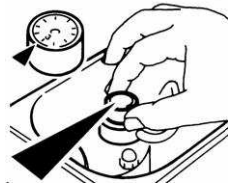

Abb. 3
- Drehen Sie die Luftregulierungsschraube im Uhrzeigersinn ganz zu (Stellung "0") und dann wieder auf den gewünschten Wert zurück (ablesen aus Richtung Auslauf, siehe Abb. 3).